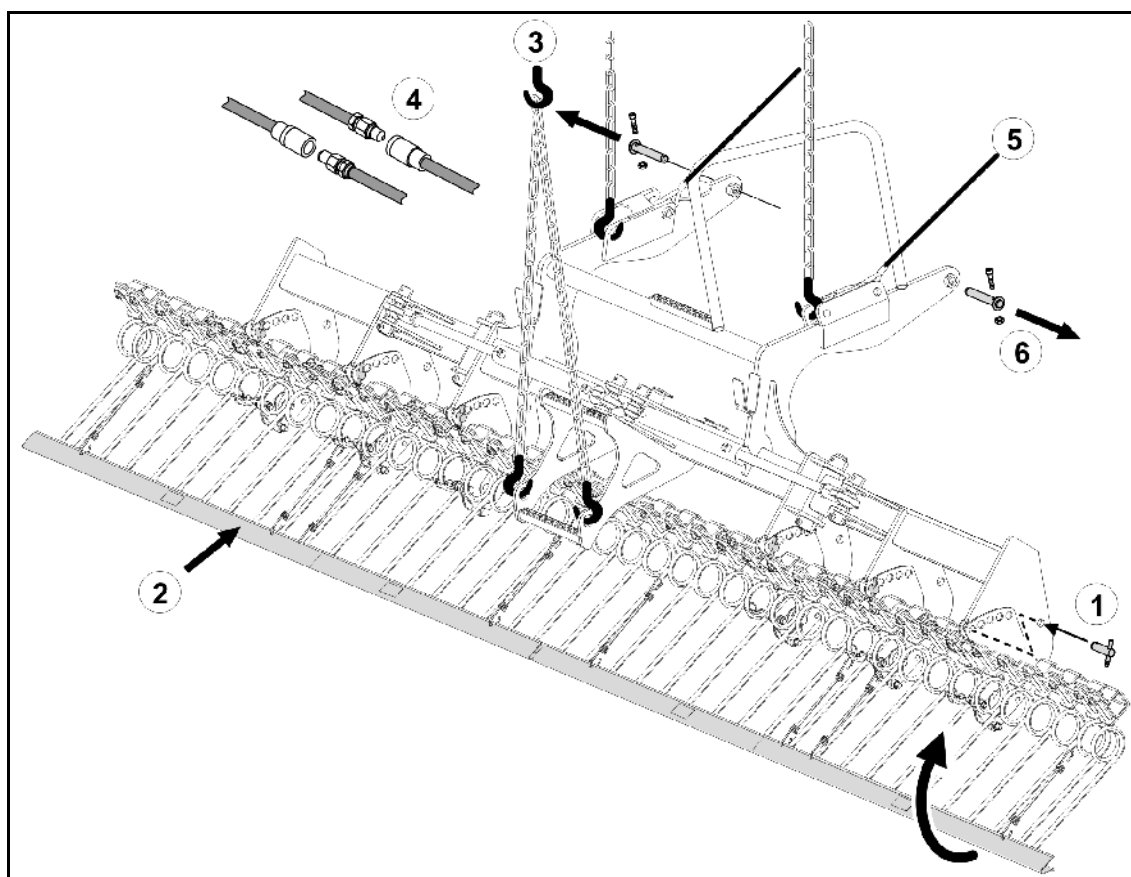

Fig. 43
1. Løft strigleenhederne, sæt bolterne i borerne og sikre med låseanordningen (Fig. 43/1).
2. Montér trafiksikringsskinner (Fig. 43/2).
3. Hæng efterstriglen op i en kran via de fire anhugningspunkter (Fig. 43/3).
4. Frakobl hydraulikkoblingerne og luk dem med støvhætter (Fig. 43/4).